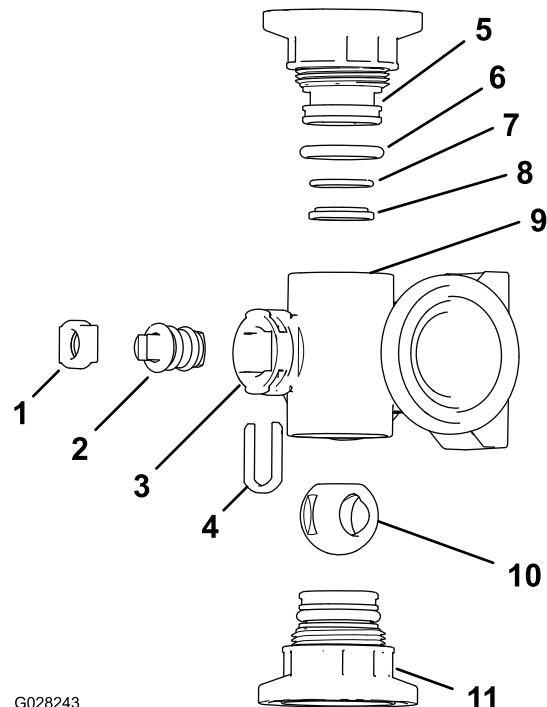

图 114
2. 从岐管体的两端拆下 2 个端盖接头组件 图 114 和 图 115。
4. 从岐管气门芯口的插槽中取下气门芯卡环 **图 114** 和 **图 115**。
5. 从岐管中取下气门芯卡环和气门芯座 **图 114** 和 **图 115**。
6. 将手伸入岐管体并取出阀杆组件 **图 114** 和 **图 115**。
1. 检查出口接头 O 形圈仅限喷洒臂段阀岐管、端盖 O 形圈、反向固定 O 形圈和球阀座是否损坏或磨损 **图 114** 和 **图 115**。
2. 向气门芯涂抹硅脂然后将其插入气门芯座 **图 114** 和 **图 115**。
3. 将阀杆插入岐管并放好然后使用阀杆卡环固定阀杆和阀杆座 **图 114** 和 **图 115**。
4. 确保反向固定 O 形圈和球阀座对齐并在端盖接头中放好 **图 114** 和 **图 115**
5. 将端盖接头总成安装到岐管体上直至端盖接头凸缘接触到岐管体 **图 114** 和 **图 115** 然后再将端盖接头旋转 $\frac{1}{8}\frac{1}{4}$ 圈。